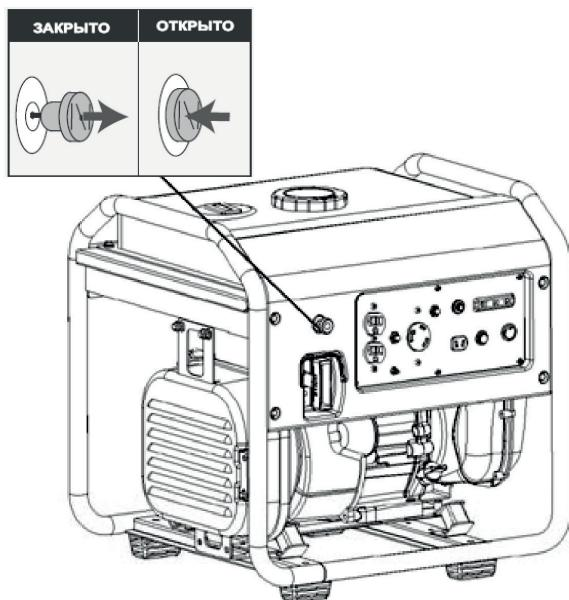

Рис. 13
2. При пуске холодного двигателя рычаг привода воздушной заслонки переведите в положение «Закрыто» (Рис. 13)
5. После прогрева двигателя плавно переведите рычаг воздушной заслонки в положение «Открыто» (Рис. 13). При повторном пуске, когда двигатель прогрет, воздушную заслонку использовать не нужно.